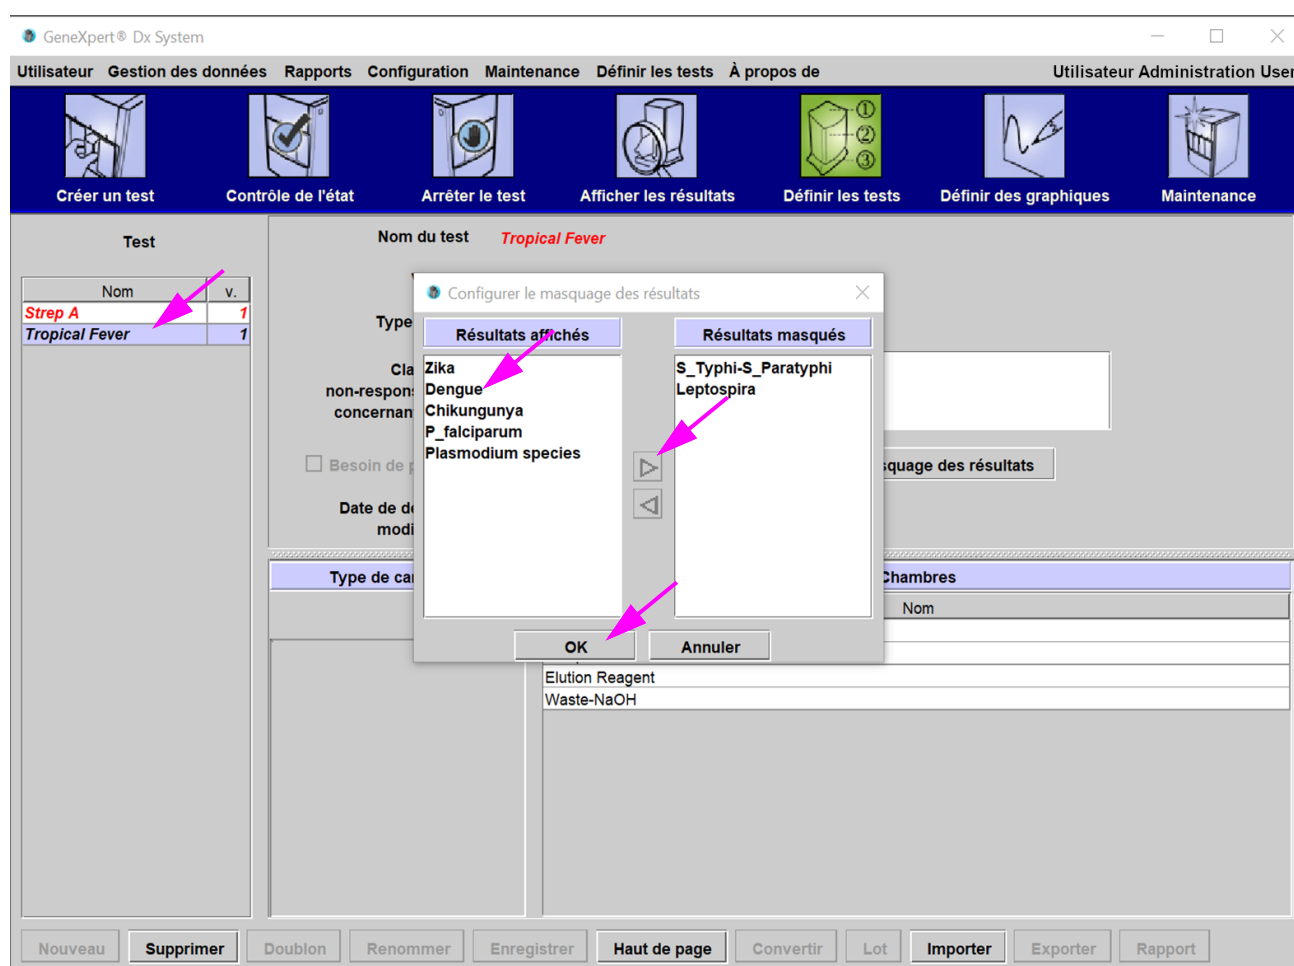

Figure 5-28. Écran Définir les tests avec la fenêtre superposée Configurer le masquage des résultats
- L'écran Définir les tests s'affiche (consultez la Figure 5-28).
3. Cliquez **Configurer le masquage des résultats** (consultez la Figure 5-28).
4. La fenêtre superposée Configurer le masquage des résultats s'affiche (consultez la Figure 5-28). La fenêtre superposée Configurer le masquage des résultats contient deux colonnes, Résultats affichés et Résultats masqués. Tous les résultats dans la colonne Résultats affichés seront affichés dans les résultats de test finaux. Les résultats dans la colonne Résultats masqués ne seront pas affichés dans le résultat de test final.